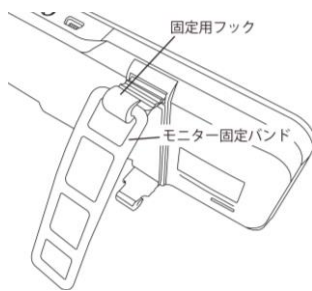

図 6
- 2) 純正ルームミラーのサイズに応じて、使用するモニター固定バンド長または短を選択し、固定用フックの上側に掛けてください(図6 参照)。